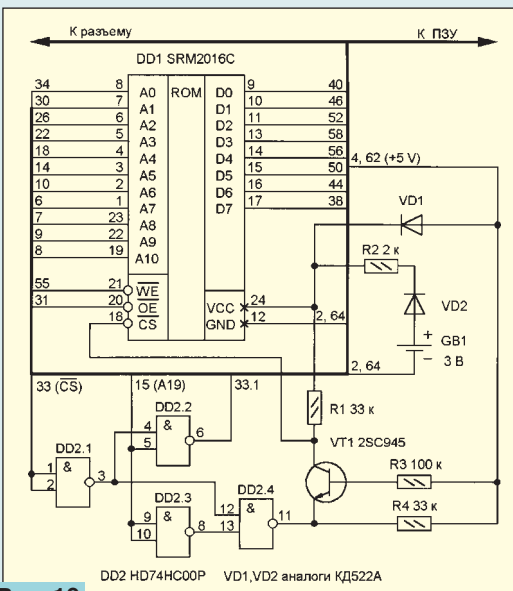

Рис. 10
Одна из возможных схем дополнительной оперативной памяти показана на рис. 10. Она может применяться совместно с ПЗУ, собранным по любой из рассмотренных выше схем. Для переключения ПЗУ/ОЗУ использован сигнал A19, но это может быть и какой-либо другой разряд ширине адреса. Сигнал выбора кристалла (CS) подается на микросхемы ПЗУ не с контакта 33 разъема, а по цепи 33.1 с выхода логического элемента DD2.2.